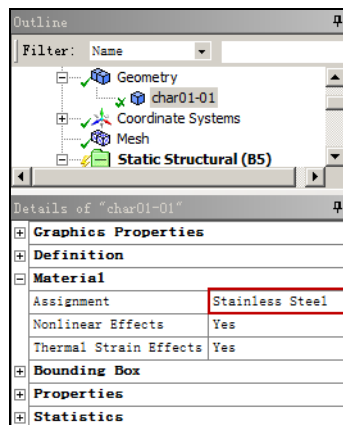

图 1-37 添加材料后的分析树
**步骤 03** 单击参数列表中的 Material 下 Assignment 区域后的  按钮，此时会出现刚刚设置的材料 Stainless Steel，如图 1-37 所示，选择后即可将其添加到模型中去。此时分析树 Geometry 的材料由 Structural Steel 变成 Stainless Steel，表示材料已经添加成功。